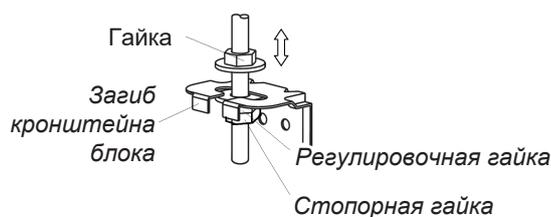

Рис.2.12
8. Для удобства монтажа, длина L (рис.2.12)– должна быть не меньше загнутой части кронштейна блока